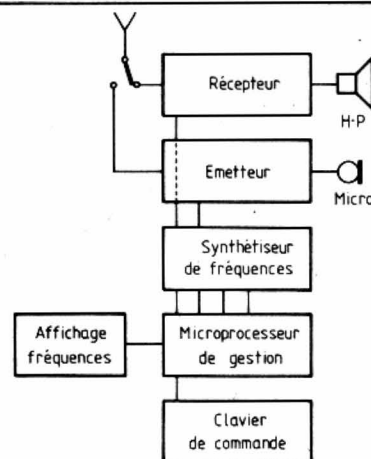

Fig. V-16. - Organisation d'un transceiver synthétisé avec microprocesseur.
- Mémoire prioritaire (fig. V-16).